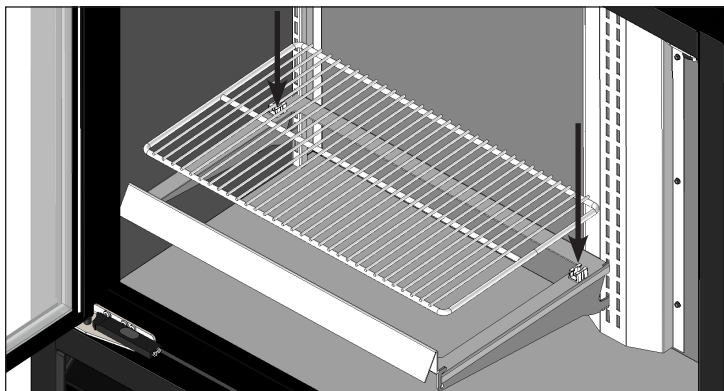

Fig. 8. Encaje el estante de rejilla en los elementos de fijación.
4. Encaje el estante de rejilla en los elementos de fijación del soporte del estante. Véanse las figs. 8 y 9.